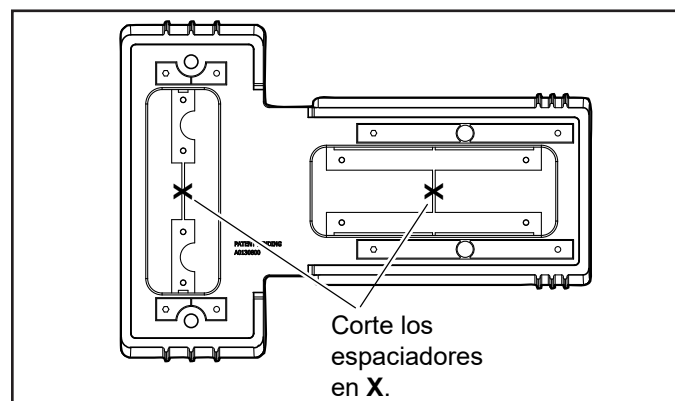
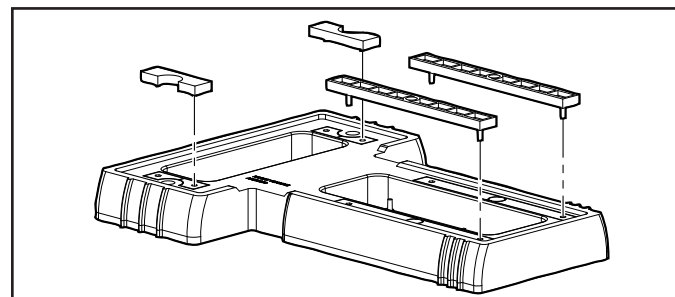

Figura 4. Corte los conjuntos de espaciadores de la base
Figura 5. Presione los espaciadores hasta que queden en su lugar
- Con una herramienta manual para cortar, corte las barras plásticas que conectan los conjuntos superior e inferior de espaciadores como se muestra en la Figura 4.
- Empuje los dos (2) espaciadores superiores y los dos (2) espaciadores inferiores fuera de la base.
- Alinee los pasadores de los cuatro (4) espaciadores con los orificios de la base y presione los espaciadores en su lugar, como se muestra en la Figura 5.